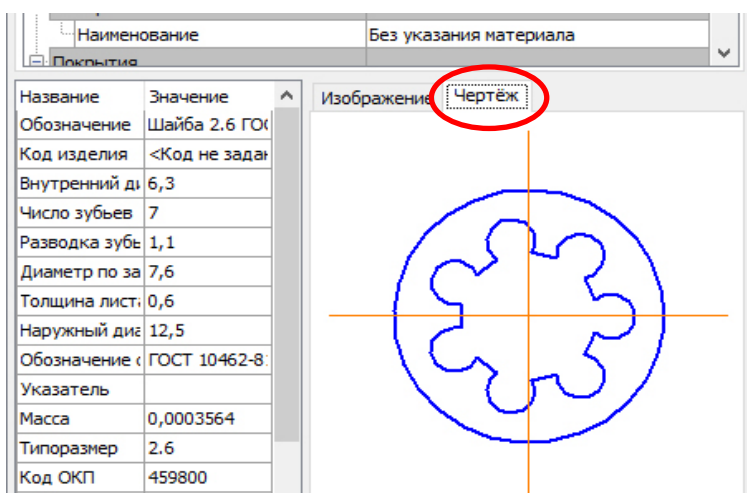

Рис. 4.44. Окно графического представления элемента
- В окне графического представления элемента откройте вкладку «Чертеж» (рис. 4.44).
- В окне графического представления элемента откройте вкладку «Чертеж» ( см. рис. 4.44).